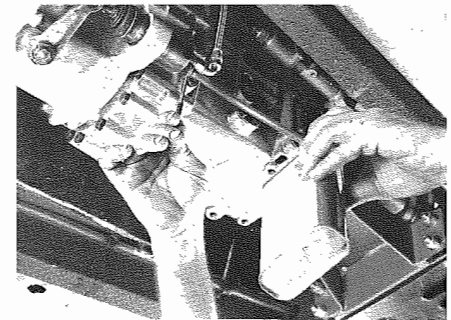

Fig. 20 - Tappo di riempimento olio sul serbatoio
- Attraverso il tappo di carico olio sul serbatoio (Fig. 20).